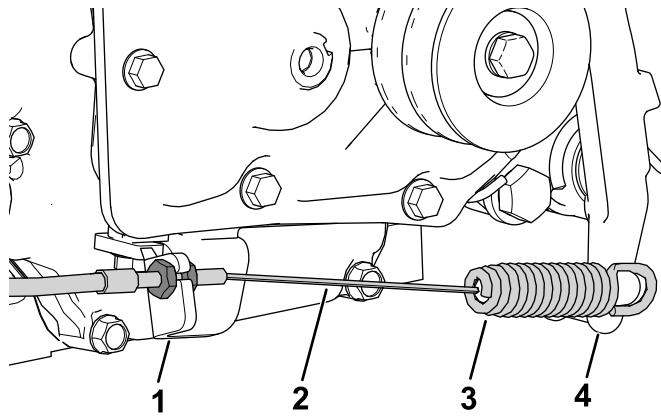

Figure 6
6. Passez le câble d'embrayage dans la patte d'embrayage (Figure 6).
11. Fixez le côté ressort du câble d'embrayage au levier d'embrayage (Figure 6).